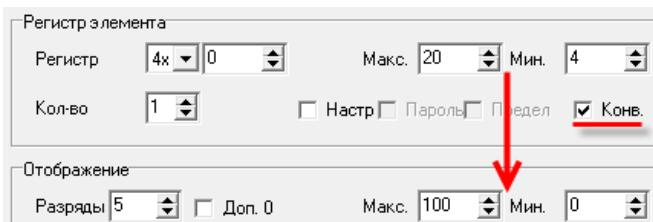

Рис. 4.14. Область отображения данных
- Когда флагок переключателя установлен, то активируются переключатель «Предел», поля задания минимального и максимального значения контролируемого регистра, переключатель «Пароль» (см. рис. 4.14).